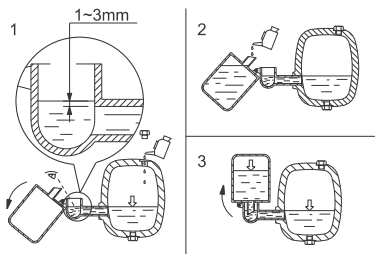

図 22 油の注入
- 2 定位式注油器を下げて、油を注入口からエルボのレベルに到達するまで入れます。図 22 の1参照。
- 3 注油器の容器に油を満たし、運転位置に戻してください。これでベアリング・ブラケットに油が満たされます。この過程で空気の泡が容器の中に見られます。油のレベルが正しい位置に到達するまで続けます。図 22 の2参照。
- 4 容器に泡が見られなくなったとき、容器を詰め替えて運転位置に再び戻します。図 22 の3参照。